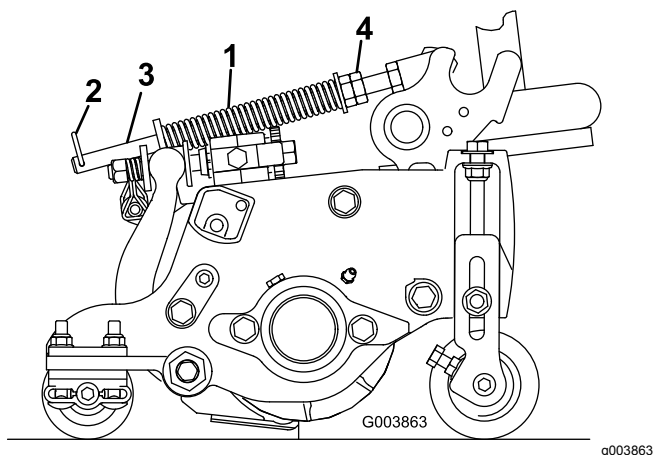

Рисунок 19
1. Убедитесь, что игольчатый шплинт вставлен в заднее отверстие штока пружины (Рисунок 19).
2. Затяните шестигранные гайки на переднем конце штока пружины так, чтобы длина сжатой пружины была равна 15,9 см; см. Рисунок 19.